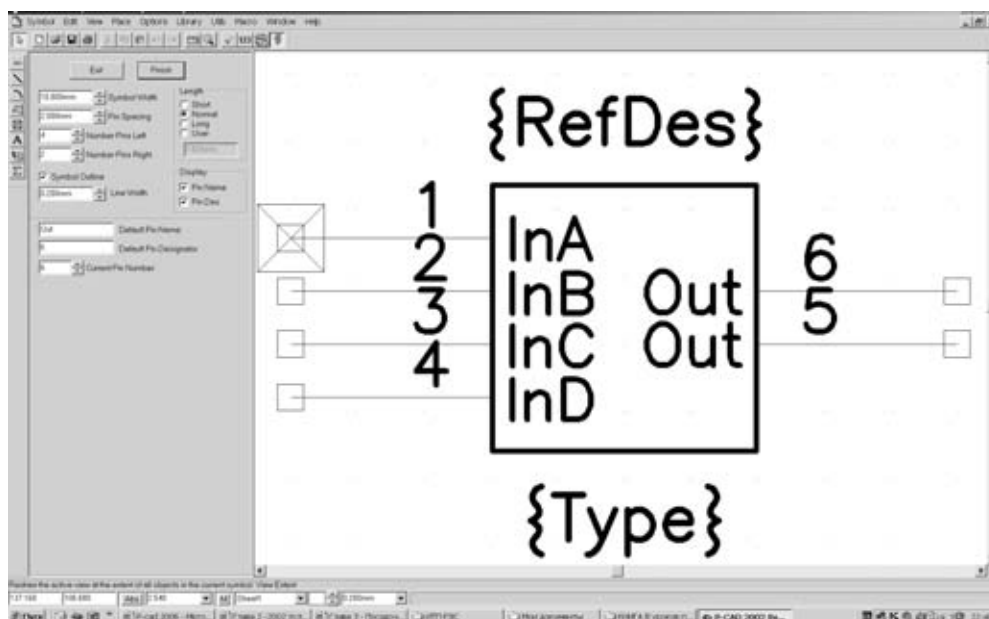

Рис.2.6.1
- Выполнить команды **Symbol / Symbol Wizard**. Откроется диалоговое окно, на котором слева приведены задаваемые параметры, а справа соответствующий им чертеж. В данном случае изображен вариант ЭРЭ с шестью выводами (рис.2.6.1). Сформируем УГО резистора размером 10 x 4 мм с выводами длиной 5 мм.